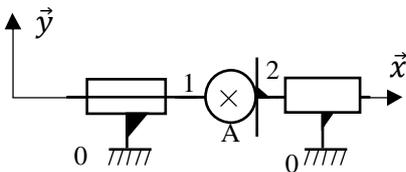
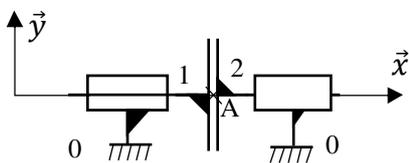

Figure 1 : Ejecteur pour des pièces légères
Figure 2 : Ejecteur pour des pièces plus lourdes
- 1) Mettre en couleur ce schéma cinématique de la Figure 1 : 1 en bleu et 2 en rouge.
- 5) Justifier que le mécanisme de la Figure 2 est plus adapté que celui de la Figure 1 lorsque la pièce 2 à déplacer est plus lourde.
- 8) Bilan : déterminer quels sont les inconvénients et les avantages de la solution de la Figure 2.